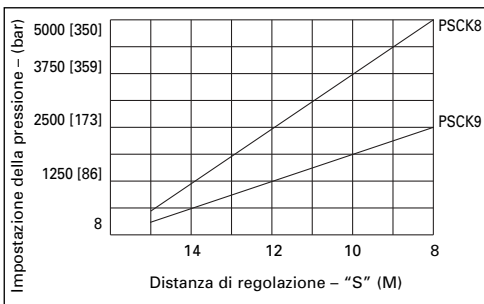

Figura 4, Grafico
3. Serrare il controdado con una torsione pari a 4 Nm (3 pd/lb) mantenendo fissa l'impostazione della pressione con la chiave inglese. Il grafico della figura 4 presenta solo alcune norme generali per l'impostazione della pressione; per trovare il punto preciso di commutazione, servirsi di un interruttore di pressione.
NOTA: la distanza di regolazione "S" nella figura 4 è misurata dall'estremità della vite di regolazione al corpo dell'interruttore (dove va a chiudersi il controdado).